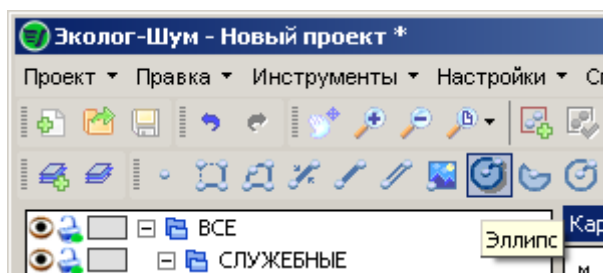
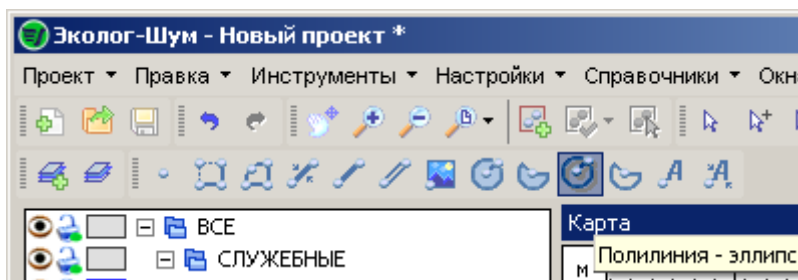

Рисунок 28. Занесение эллипса
Рисунок 29. Занесение полилинии эллипса
Выбрав нужный слой и нажав на кнопку добавления эллипса  (Рисунок 28) или полигонального эллипса  (Рисунок 29), наведите курсор мыши на карту. Переместите курсор в ту точку карты, где должен располагаться центр эллипса. Нажмите на левую кнопку мыши (1). Перемещая курсор мыши, добейтесь нужной формы и размера фигуры. Снова нажмите на левую кнопку мыши (2) (см. Рисунок 30). При необходимости повторите эти действия для создания еще одного эллипса.